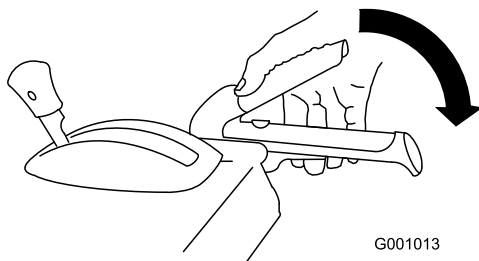

Bild 28
1. Drücken Sie zum Einkuppeln des Räumwerk-/Gebläseradantriebs den rechten Hebel (Räumwerk/Gebläserad) zum Handgriff (Bild 28).